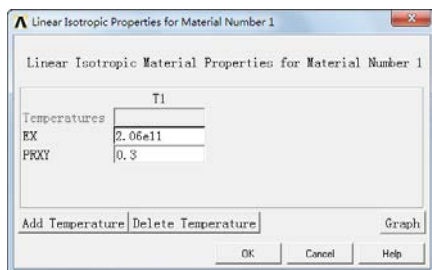

图 8-44 线性各向同性材料的弹性模量和泊松比
- ②依次单击 Structural > Linear > Elastic > Isotropic，展开材料属性的树形结构。将打开 1 号材料的弹性模量 EX 和泊松比 PRXY 的定义对话框，如图 8-44 所示。
- ③在对话框的“EX”文本框中输入弹性模量“2.06e11”，在“PRXY”文本框中输